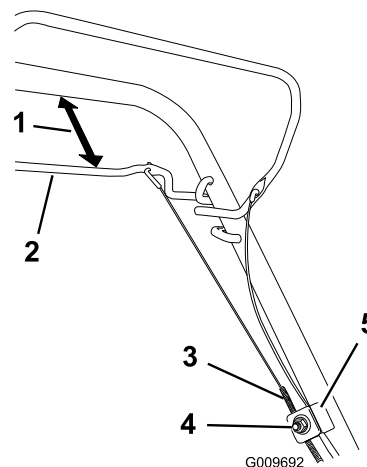

Figure 27
- Desserrez l'écrou du support de guidage du câble (Figure 27).
- Maintenez la barre de commande d'autopropulsion de 25 à 38 mm du guidon (Figure 27).
- Tirez la gaine du câble vers le bas (vers la machine) pour éliminer le mou du câble (Figure 27).